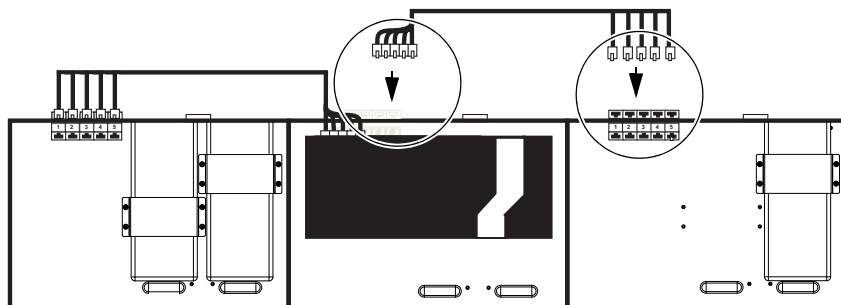

Figure 19. Connexion du jeu de câble suivant aux ports Ethernet terminaux du châssis le plus à droite
- 5 Répétez cette procédure pour les autres jeux de câbles et bacs (à l'exception du ou des bacs contenant un commutateur Ethernet), comme représenté sur la Figure 19 :